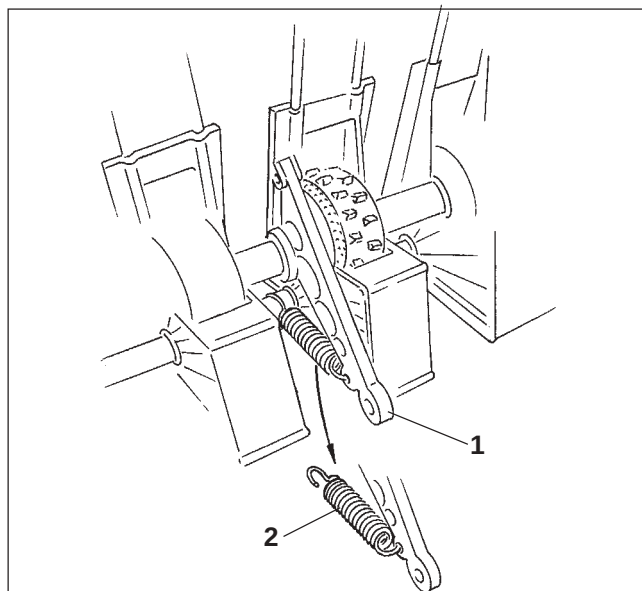

Рис. 7.22
- Кронштейны, придерживающие валики высевającej аппаратуры (Рис. 7.22/1) присоединены пружиной. Необходимо снять пружину (Рис. 7.22/2).